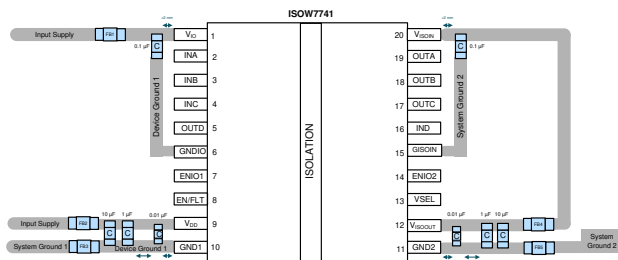

図 3. PCB ISOW7741 レイアウトの例
重要: これらのコンデンサはすべて ISOW7741 デバイスと同じ PCB 層に配置してください。図 3 に、推奨されるデカップリング・コンデンサの配置を示した PCB レイアウトの例を示します。
フェライト・ビーズ (FB) は、同相電流ループによる放射エミッションを最小限に抑えるために不可欠です。図 3 に示すように、ISOW7741 の DC/DC コンバータとシステムの他の部分との間に FB を挿入することで、大きな同相電流ループのパスを切断し、短い電流ループのみが形成されるように制限できます。パスにこのような FB を追加することにより、特定の周波数が大幅に減衰され、スイッチング・ノイズが遮断されます。これらの FB は、スイッチング周波数とその高調波周波数で最高のインピーダンス (1k Ω 超) を実現するように選択します。